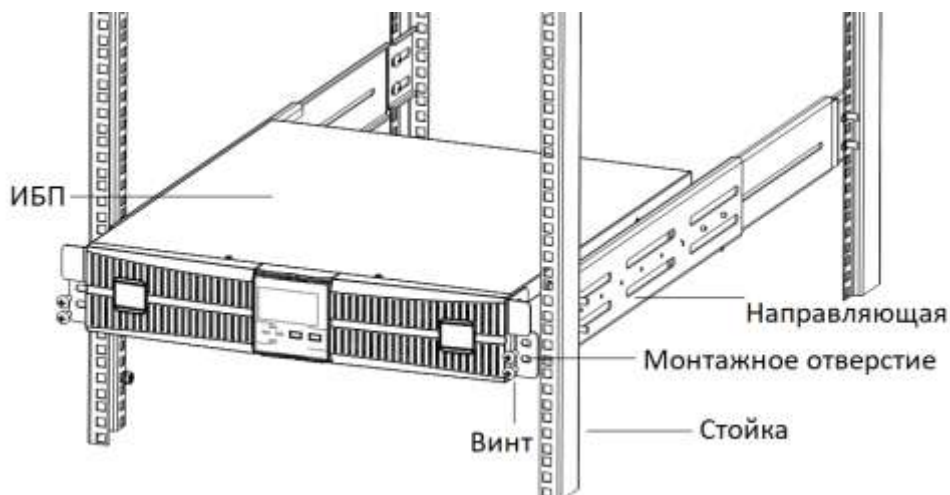

Рис.4-8 Установка ИБП
2. Поместите ИБП на направляющие и полностью задвиньте его в стойку (запрещается передвигать ИБП за кронштейны). Закрепите ИБП в стойке болтами через монтажные отверстия в кронштейнах, как показано на Рис.4-8.